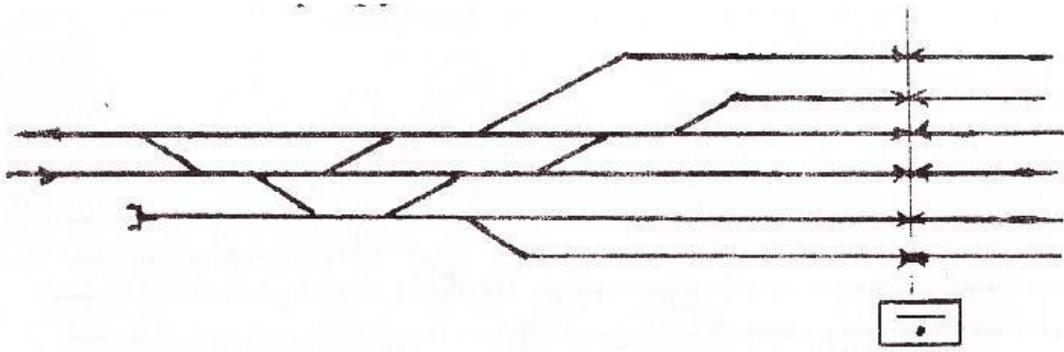

Рис.1
1. На схематическом плане нечетной горловины станции (рис.1) пронумеруйте пути и стрелки, произведите расстановку изолирующих стыков, входных, выходных и маневровых светофоров. Составьте таблицу основных поездных маршрутов.